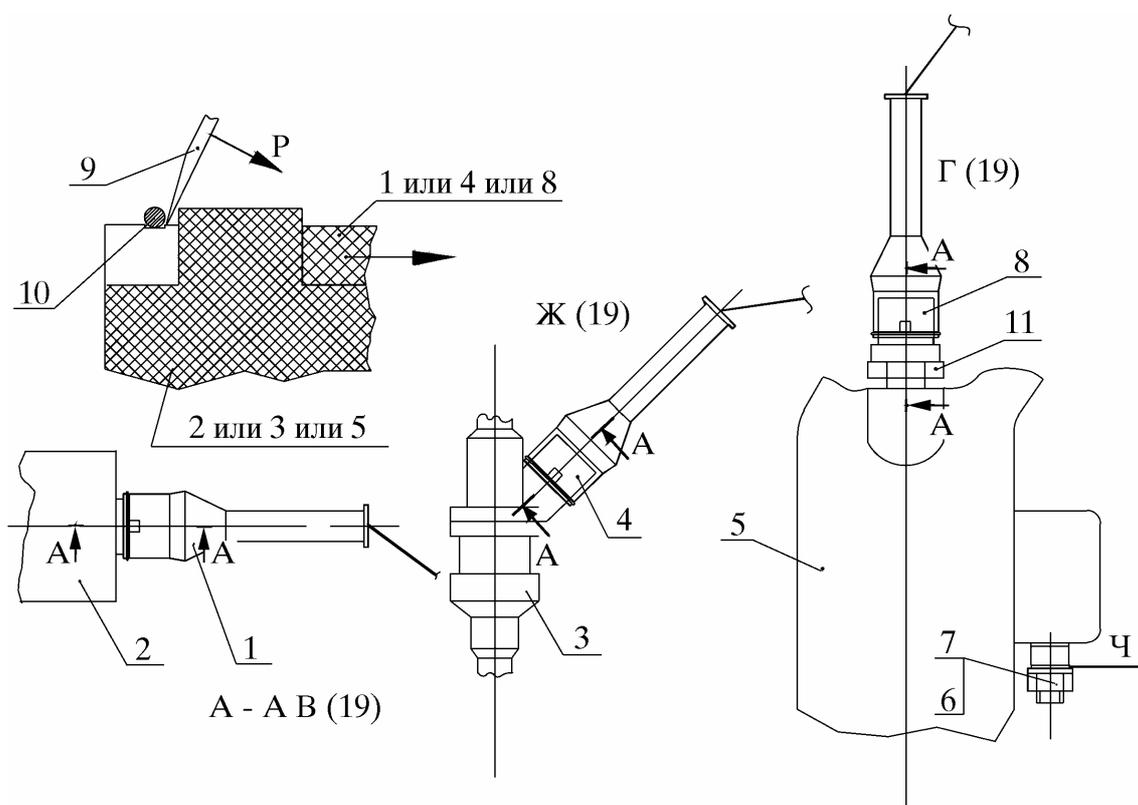

Рис. 25. Отсоединение жгута проводов от датчика температуры воздуха, форсунок и регулятора холостого хода. Отсоединение провода “массы”:
13.11. Отсоединить колодки соединительные 1, 4, 8 (рис. 25) жгута проводов от регулятора холостого хода 2, от четырех форсунок 3 и от датчика температуры воздуха 11.